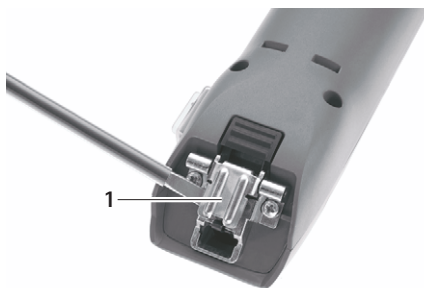

图 1
- 测量铰链闭合时：测量铰链 1 用螺丝刀打开，参见 图 1。